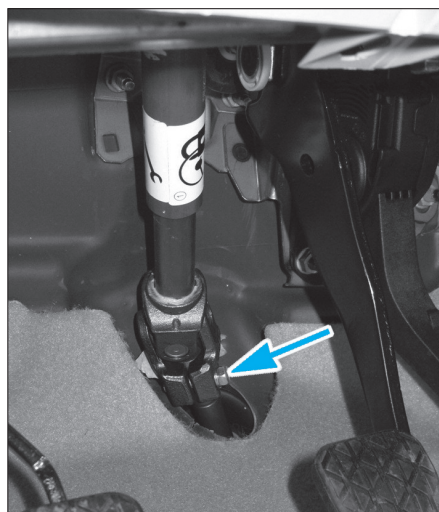

Fig. 14
- Déposer la vis (flèche) de la chape rabattable puis désaccoupler cette dernière du boîtier de direction (Fig.14).